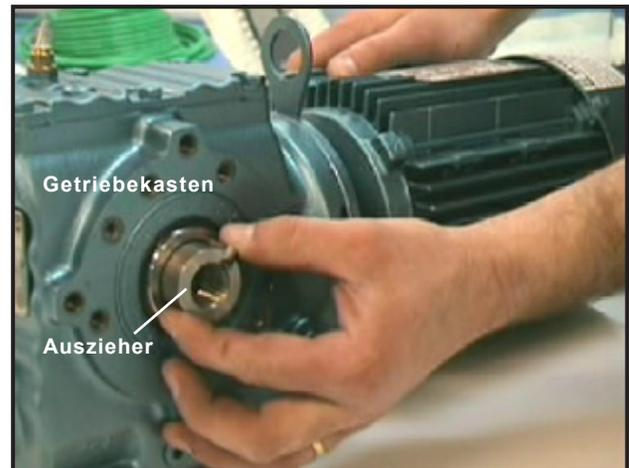

Abbildung 36: Auszieher einfügen
- Fügen Sie den Auszieher in das selbe Ende des Getriebekastens ein, in dem der Antriebsschaft eingefügt wird (Abbildung 36). Die Auszieherschraube sollte auf dem Stützring im Getriebekasten “abgefedert” werden.